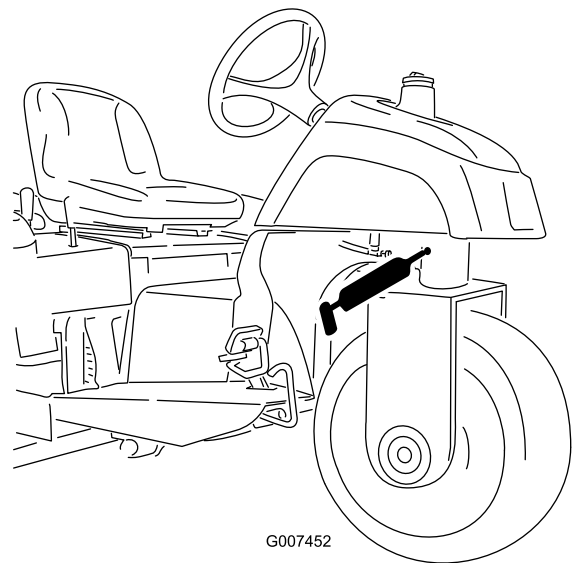

Figura 27
- perno dello sterzo (Figura 27)
Nota: Il raccordo piano sul perno dello sterzo (Figura 27) richiede un adattatore per l'ugello della pistola d'ingrassaggio. Ordinate il n. cat. Toro 107-1998 dal vostro distributore Toro autorizzato.